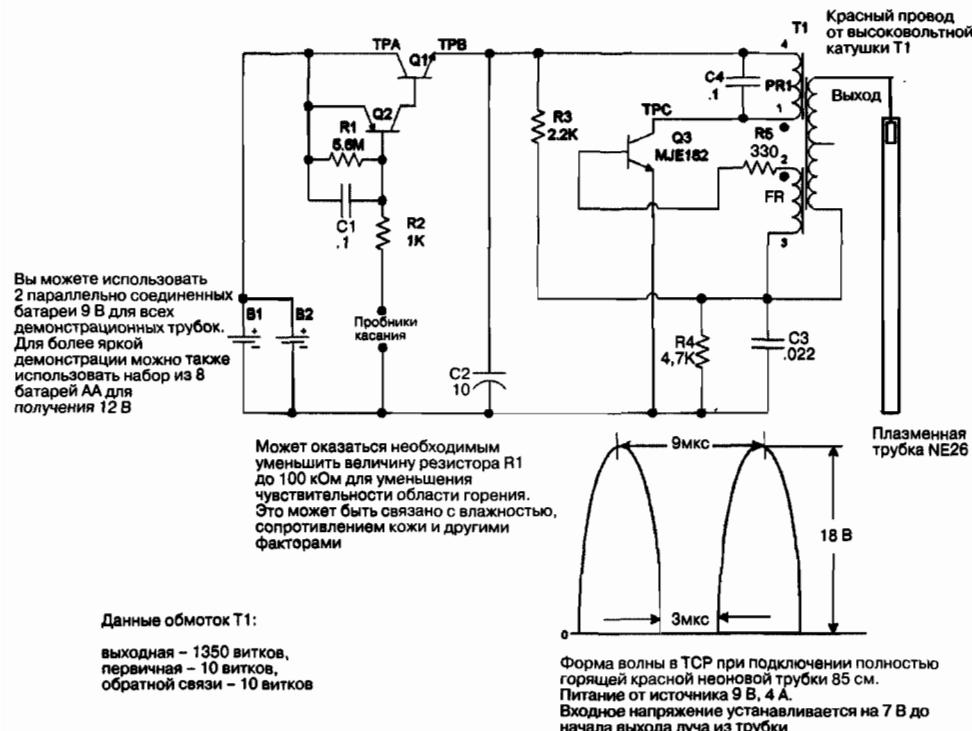

Рис. 21.2. Принципиальная схема плазменного светового меча
Система использует высокочастотный плазменный источник питания высокого напряжения, который требует только один электрод или внешний емкостной электрод для подачи питания на вход трубы демонстрации плазменного разряда (рис. 21.2). Внешний емкостной эффект значительно уменьшает стоимость изготавления этой плазменной трубы, поскольку не требуется внутреннего электрода или уплотнения перехода «стекло – метал». Также исключаются все заземления или электрические обратные провода, необходимые в обычных системах.
Генератор получает питание от батарей B1 и B2. Ток базы транзистора Q3 ограничивается резистором R4, база смещается в область проводимости резистором R3. Конденсатор C3 фильтрует низкочастотные помехи частотой около 100 Гц. Частота генератора на Q3 определяется резонансом параллельного контура, образованного индуктивностью первичной обмотки PR1 и емкостью накопительного конденсатора C4. Она составляет 110 кГц (соответственно период повторения равен 9 мкс (см. рис. 21.2)).
7. Установите диапазон амперметра 300–400 мА и при необходимости измените полярность. Установите контакт между (+) и (-) проводами клавиши. Неоновая трубка полностью загорится, и амперметр покажет ток 300 мА. Пожалуйста, обратите внимание на тестовые точки (см. рис. 21.2), если вы испытываете сложности при настройке. Объяснения даны в разделе, касающемся дополнительных тестовых точек.
Устройство на основе красной неоновой трубы длиной 90 см может потребовать питания 12 В, которые можно получить с помощью восьми элементов АА для полного включения устройства. Вы также можете использовать две ячейки AAA, последовательно соединенные с установленными двумя батареями 9 В. Соединения показаны выше (см. рис. 21.2). Этот подход обеспечивает соответствие с указанными рукоятками для фотовспышек. Тщательно проверяйте температуру корпуса теплоотвода для Q3. Теплоотвод не должен сильно греться, в противном случае выключите и проверьте устройство.